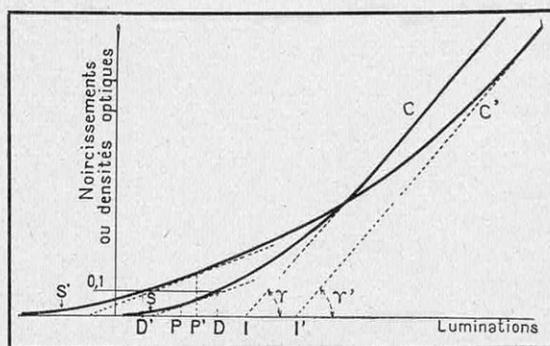

FIG. 7. — COMMENT DÉFINIR UNE ÉMULSION ?
n'était applicable, sous sa forme initiale, qu'à des émulsions peu rapides ; chacun de ceux qui l'utilisent encore l'a donc modifiée, de son propre chef, pour l'adapter à la mesure de la rapidité des émulsions modernes. Remarquons immédiatement que deux couches sensibles ne se classent pas nécessairement dans le même ordre, quand on les soumet successivement à ces deux méthodes d'essai : sur la figure 7, les courbes C et C' , correspondant à deux émulsions de types différents, sont caractérisées, dans la première méthode, par les points I et I' , et dans la seconde, par les points S et S' ; dans le premier cas, C correspond à une émulsion plus rapide que C' , et, dans le second cas, les conclusions sont inversées.
Les clichés ainsi développés seraient inutilisables et, en maintenant le développement dans des limites raisonnables, il n'y a plus aucune relation entre la rapidité pratique et la rapidité mesurée (en fait, les points *D* et *D'* de la figure 7, pris sur des courbes dont le gamma est l'unité, ne sont pas ceux que donnerait l'application de la
Une très intéressante proposition américaine, formulée par *Jones* et *Russel*, des laboratoires Kodak, n'a pu être prise en considération, n'ayant pu être étudiée avant la séance même où elle fut présentée au Congrès de Paris. Elle décrivait un instrument simple (photomètre différentiel) pour la mesure (sans tracé préalable de la courbe de noircissement) de la pente de la courbe de noircissement d'un échantillon exposé sous un coin sensitométrique (écran dégradé à section prismatique, préparé suivant la technique indiquée par *E. Goldberg* (1), au Congrès de Bruxelles, en 1910). L'emploi de cet instrument supprimerait toutes les objections opposées aux nombreuses propositions qui ont été déjà faites de caractériser la rapidité d'une émulsion par la lumination au point de la courbe où la pente est une fraction déterminée de la pente maximum (gamma), points tels que *P* et *P'* de la figure 7.